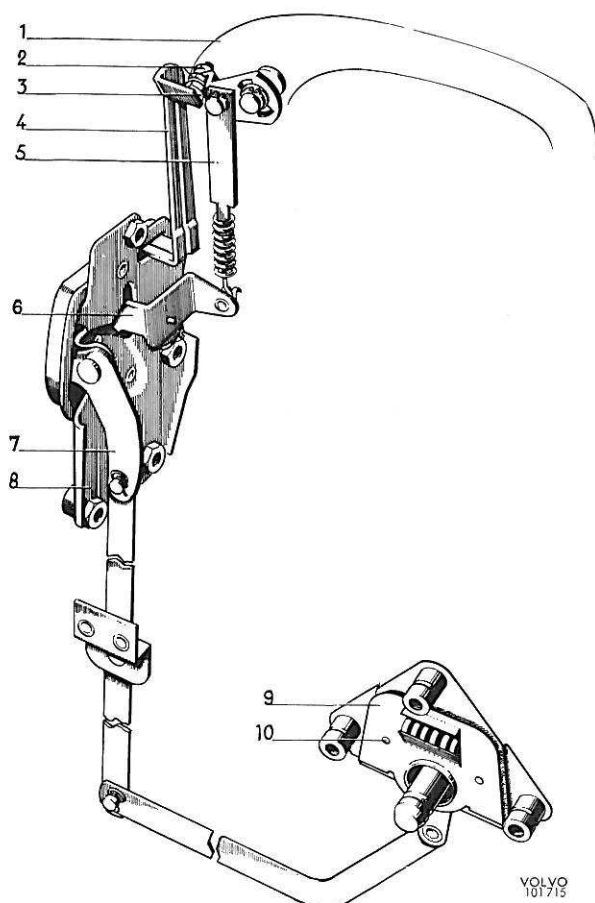

Figure 17. Fermeture de porte et commande à distance
3. Enlever l'attache du bras articulé (5, figure 17) entre la fermeture et la poignée extérieure, côté poignée.
1. Remonter la fermeture de porte (figure 17) et la commande à distance dans la porte sans serrer les vis de cette dernière. Monter le levier articulé entre la fermeture et la commande à distance.
2. Vérifier le jeu entre la vis de réglage du levier de commande et la butée du levier (4, figure 17). Ce jeu, qui doit être de 1 à 2 mm, se règle avec la vis de réglage du levier de commande.
3. Monter le bras articulé (5, figure 17) entre le levier de commande et la fermeture. Régler la longueur du bras articulé en vissant ou en dévissant le ressort jusqu'à ce que le levier de commande se dégage de la plaque de butée en position fermée et rencontre le centre de cette plaque en position ouverte (figure 17).
2. Vérifier le jeu entre le levier de commande et la butée du levier de verrouillage. Ce jeu, qui doit être de 1 à 2 mm, se règle par cintrage du levier (4, figure 17).